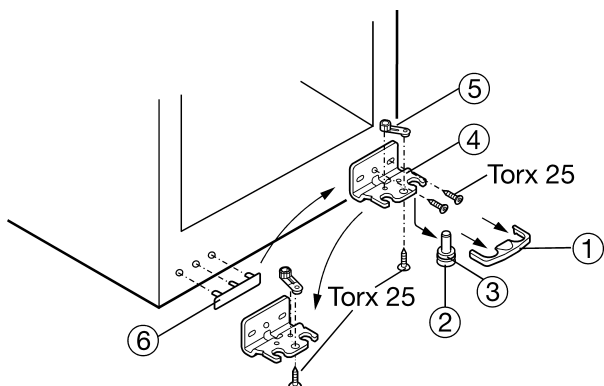

Fig. 4
- Afdækningen Fig. 4 (1) trækkes af forinden og fremad.
- Lejebolten Fig. 4 (2) trækkes ned og frem for at få den ud. Pas herved på hængslets bøsning Fig. 4 (3).
- Lejebukken Fig. 4 (4) skrues af.
- Lejedelen Fig. 4 (5) skrues af og flyttes til det hul, som ligger lige over for, skru så atter fast.
- Afdækningen på håndtagets side Fig. 4 (6) løftes forsigtigt og flyttes til den modsatte side.
- Lejebukken Fig. 4 (4) skrues fast igen på den nye hængselside om nødvendigt ved hjælp af en akku-skruetrækker gennem det ydre langhul og rundhullet.
- ▶ Lejebolten *Fig. 4 (2)* med hængselshylster *Fig. 4 (3)* sættes ind igen nedefra i lejebuk og dørleje.
- ▶ Døren rettes eventuelt ud ved hjælp af de to langhuller i lejebukken *Fig. 4 (4)*, så døren er på linie med apparatets kabinet, så spændes skrue fast.
- ▶ Afdækningen *Fig. 4 (1)* anbringes igen på sin plads.